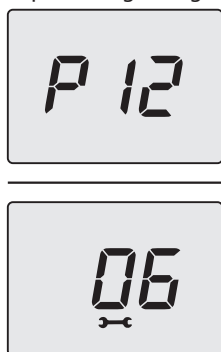

Figura 5.67
- Premere per 1 sec. il tasto 13 (Figura 5.63) per entrare nel parametro selezionato. Il display visualizzerà quanto segue (Figura 5.67).